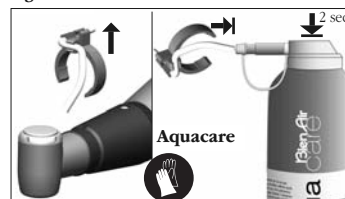

fig. 3
- Eliminer le liquide physiologique du conduit en sprayant (2 sec.) dans le tube à l'arrière avec **Aquacare fig. 3**.